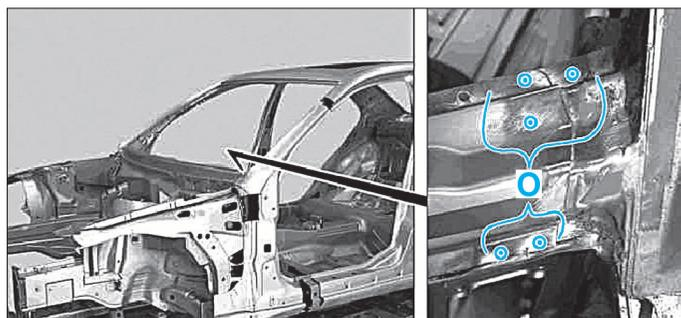

FIG. 36
- les points de soudure dans la zone (O) (Fig.36).